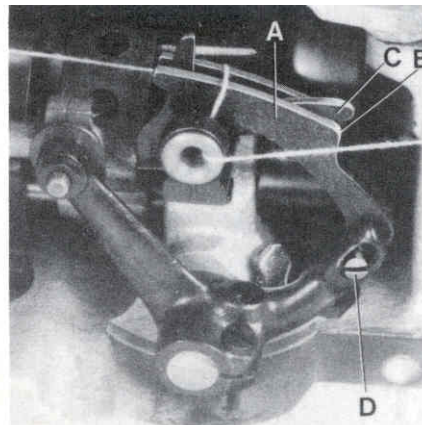

Fig.11
On the two thread double locked stitch styles, the height of the looper thread take-up (A, Fig. 11) is set so, that the cast-off hook (C) forces the looper thread over the corner (B) of the looper thread take-up (A) at the time the point of the descending needle is flush with the lower edge at looper or projects up to 1 mm (.040") below the lower edge of looper.
For setting the looper thread take-up loosen screw (D, Fig. 11) When needle point is positioned above the lower edge of looper, the looper thread take-up (A) has to be raised accordingly. When the needle point is positioned more than 1 mm (.040") below the lower edge of looper, the looper thread take-up (A) has to be lowered accordingly. Retighten screw (D).
Bei den Zweifaden-Doppelkettenstichmaschinen wird die Höhe des Greiferfadenaufnehmers (A, Fig. 11) so eingestellt, daß der Greiferfadenabzugshaken (C) den Greiferfaden zu dem Zeitpunkt über die Ecke (B) am Greiferfadenaufnehmer (A) zieht, wenn die Spitze der sich nach unten bewegendes Nadel mit der Unterkante des Greifers bündig ist oder bis zu 1 mm unterhalb der Greiferunterkante steht.
Zur Einstellung des Greiferaufnehmers lösen Sie die Schraube (D, Fig. 11).